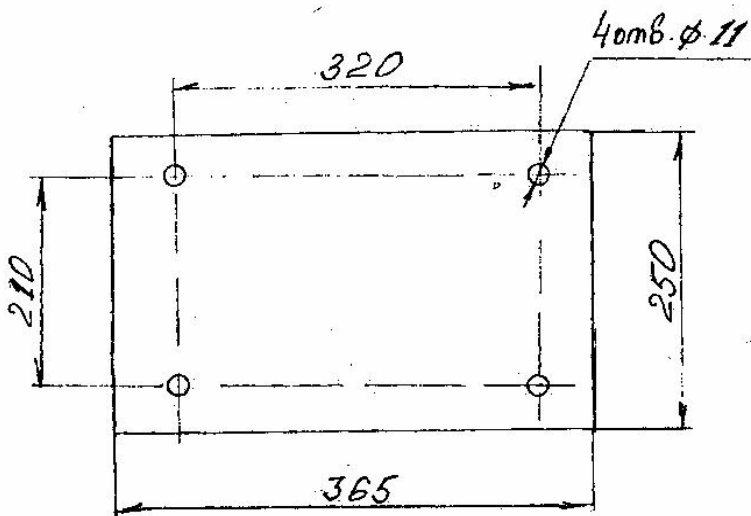

Рис.2
10.3. Установить станок на поверхности стола. Станок крепится болтами М10 через отверстия в нижней плите корпуса. Схема расположения отверстий – рис.2.